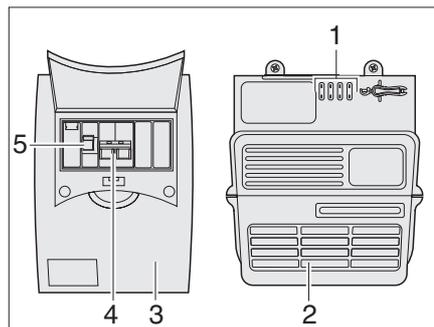

Bild 92 Netzgerät und Sicherungskasten
Der 230-V-Sicherungskasten (Bild 92,3) ist neben dem Netzgerät (Bild 92,2) montiert.
Im Sicherungskasten (Bild 92) befindet sich die Hauptsicherung (Bild 92,4) und ein Fehlerstrom-Schutzschalter (Bild 92,5).
Der Fehlerstrom-Schutzschalter (Bild 92,5) misst den Stromfluss von der Strom Hin- und Rückleitung. Besteht zwischen beiden Leitungen ein Gleichgewicht, wird der Fehlerstrom-Schutzschalter nicht aktiv. Kommt es zu einer Differenz zwischen den Leitungen, unterbricht der Schalter den Stromfluss sofort. Dadurch verhindert er gefährliche Stromunfälle.
- Hauptschalter (Bild 92,4) nach oben auf Stellung "ON" drücken.
- Fehlerstrom-Schutzschalter (Bild 92,5) nach oben auf Stellung "ON" drücken.